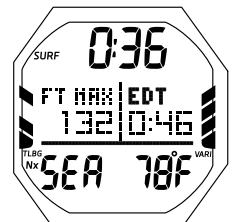

Fig. 26 - ÉCRAN DE DONNÉES LOG N°2
**ÉCRAN DE DONNÉES LOG N°2** : paramètres affichés (Fig. 26)